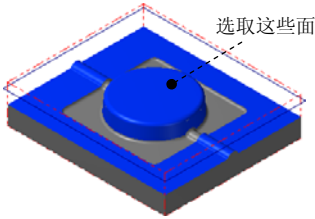

图 12.26 选取干涉面
(2) 单击 **干涉面** 区域中的 **✎** 按钮, 选取图 12.26 所示的面为干涉面 (共 12 个), 然后按 **Enter** 键。单击 **✓** 按钮完成加工区域的设置, 同时系统弹出“曲面精加工浅平面”